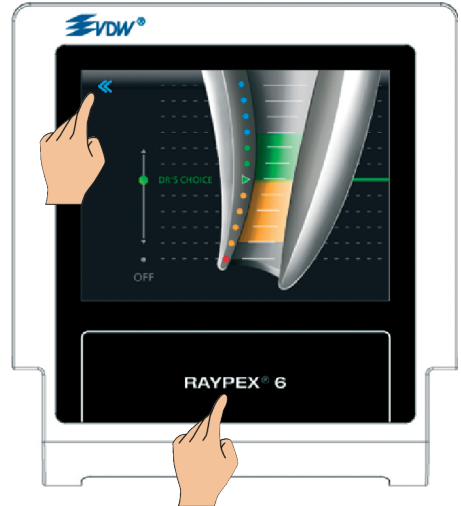

Fig. 26: Salida de DR'S CHOICE
• Para salir de DR'S CHOICE, toque el icono de la flecha hacia atrás o el icono de "inicio" del RAYPEX® 6 (Fig. 26).